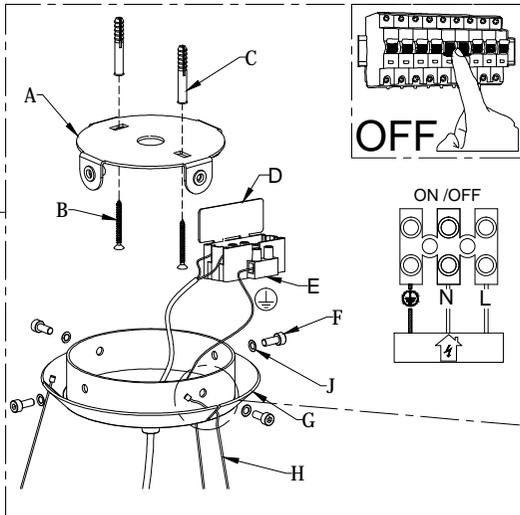

Fig. 1
- Fissare la staffa (A) con viti (B) e tasselli (C) al soffitto (Fig. 1).
- Collegare i cavi di rete nel morsetto (E) rispettando le polarità e richiudere la scatola (D) (Fig. 1).
- Chiudere il rosone (G) avvitando le viti (F) e le rondelle (J) alla staffa (A).
- Agganciare i tre cavi d'acciaio (H) al rosone (G) (Fig. 1).
- Fix the bracket (A) with screws (B) and dowels (C) on the ceiling (Fig. 1).
- Connect the network cables on the device (E) by checking the polarity and close again the box (D) (Fig. 1).
- Close the ceiling rose (G) by screwing the screws (F), the washer (J) to the bracket (A) (Fig. 1).